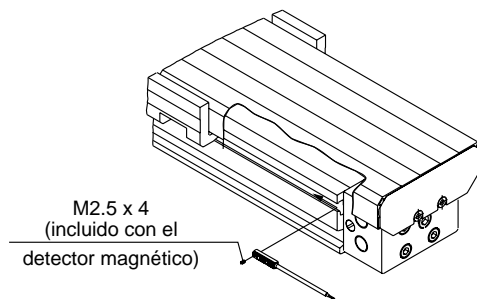

Figura 2. Montaje del detector magnético
1. Introduzca y deslice la cubierta del cable en el detector magnético desde el lado del cilindro y asegúrela con el tornillo que viene incluido. (Véase la Figura 2).